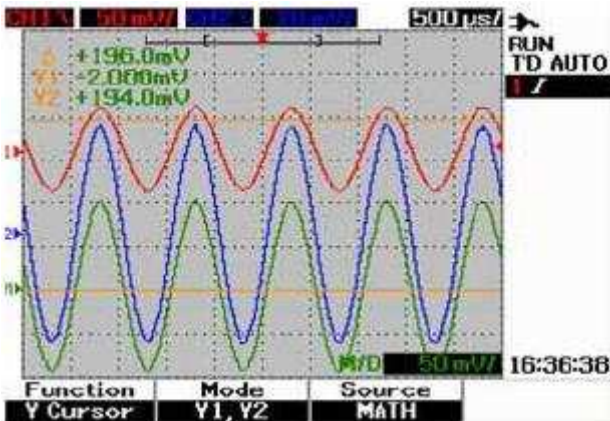

Рис. 3-29 Математическая функция для измерений с курсорами Y
6. На рис. 3-29 выбрана математическая функция; результат отображается красным цветом в правой верхней части области отображения осциллограмм.